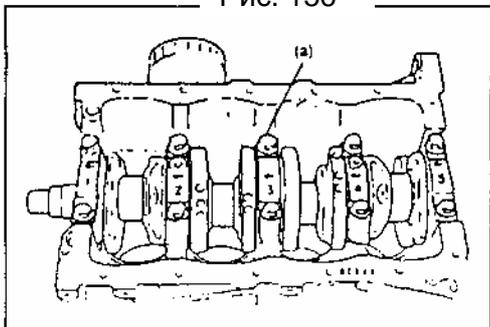

Рис. 157
- 4) Установите крышку подшипника и затяните болты крепления крышки требуемым моментом как показано на схеме (Рис. 157). Затягивать болты необходимо для того, чтобы правильно определить зазор коренного подшипника.